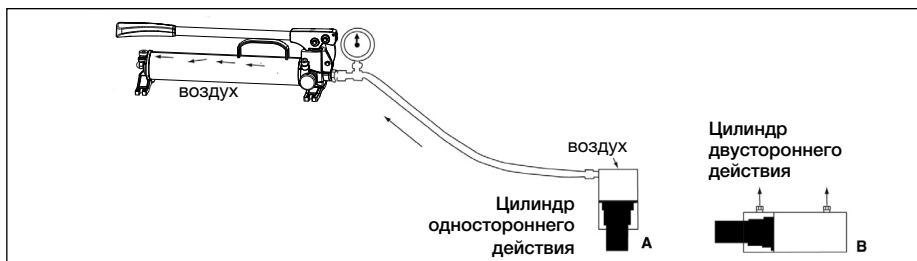

Рисунок 11 – удаление воздуха.
3. Установите насос в горизонтальное положение, выше цилиндра. См. рисунок 11.
2. Установите насос в горизонтальное положение, выше цилиндра. См. рисунок 11.